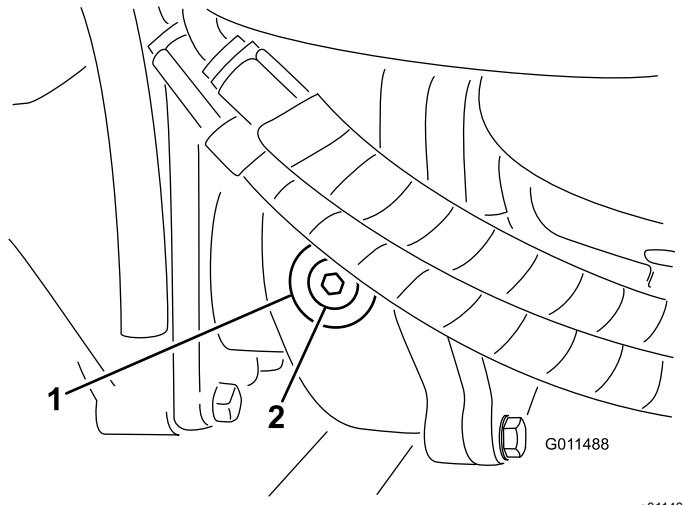

Bild 86
2. Entfernen Sie die Prüf-/Füllschraube an der linken Getriebeseite und stellen sicher, dass das Öl die Unterseite des Lochs erreicht (**Bild 86**).